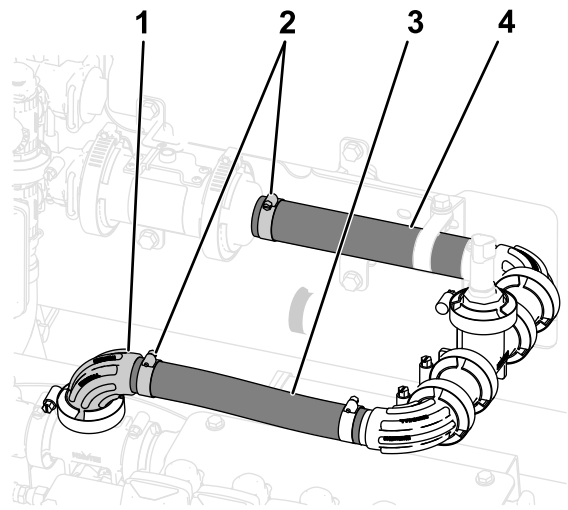

Figura 51
3. Apriete la abrazadera que sujeta la manguera (1 x 7-1/4") al acoplamiento con brida dentado (1") que ha montado en Instalación del transductor de presión en la máquina \(página 24\); consulte la Figura 51.